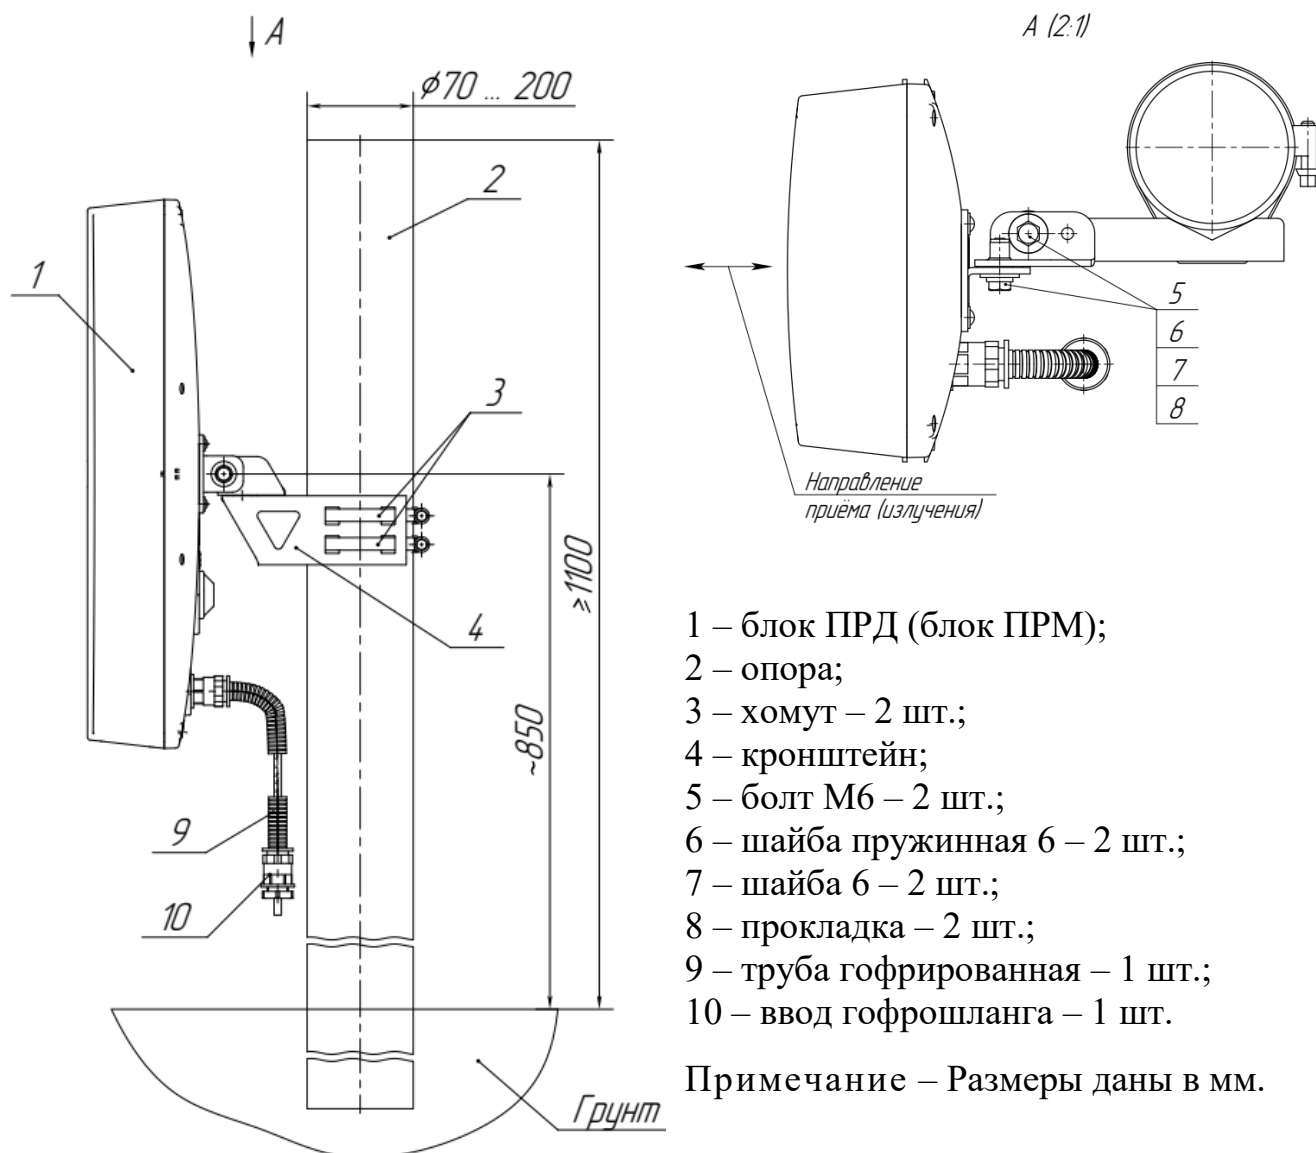

Рисунок 2.4 – Установка блока ПРД (блока ПРМ) извещателей «ФОРТЕЗА-М150(5,8)», «ФОРТЕЗА-М100(5,8)», «ФОРТЕЗА-М50(5,8)» на опоре
2.3.3.3 Установка блока ПРД (блока ПРМ) на кронштейне поз.4 (рисунок 2.4), состоящего из швеллера 2 и уголка 3, показана на рисунке 2.5.
– ослабить болты поз.5 (рисунок 2.4) блока ПРД и блока ПРМ извещателей;
2.3.6.6.11 Затянуть болты поз.5 извещателей (см. рисунок 2.4).